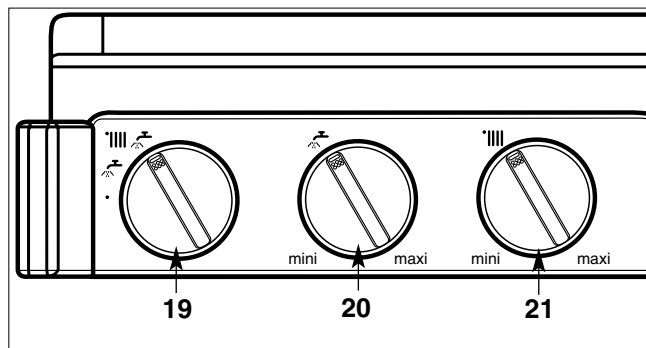
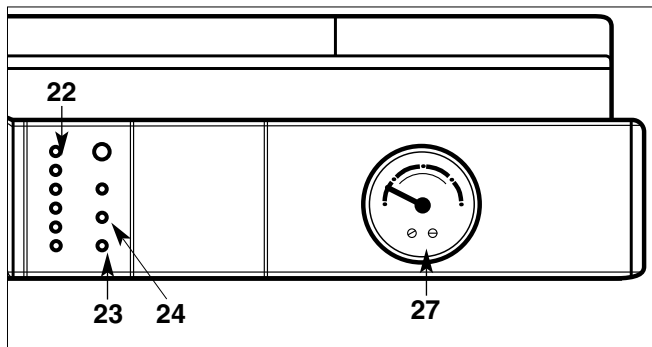

Fig. 23
Fig. 24
*Ne pas oublier de le rouvrir en début de saison de chauffage, lorsque l'on replace le commutateur "19" (Fig. 23) en position « III 🔥 ».*
- Placez le commutateur "19" (Fig. 23) en position « III 🔥 » voyant vert "23" allumé ; le voyant orange "24" (Fig. 24) s'allume chaque fois que le brûleur entre en fonction.
Le bouton de réglage du chauffage "21" « III » (Fig. 23) donne la possibilité d'ajuster la température de l'eau du circuit de chauffage en fonction des besoins saisonniers.
L'indicateur "22" 🌡️ (Fig. 24) affiche cette température.
- Placez le commutateur "19" en position arrêt « ● », extinction du voyant vert "23" (Fig. 24).